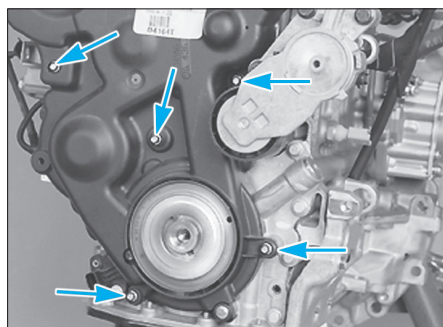

Fig. 8
- le carter inférieur de distribution (Fig.8).